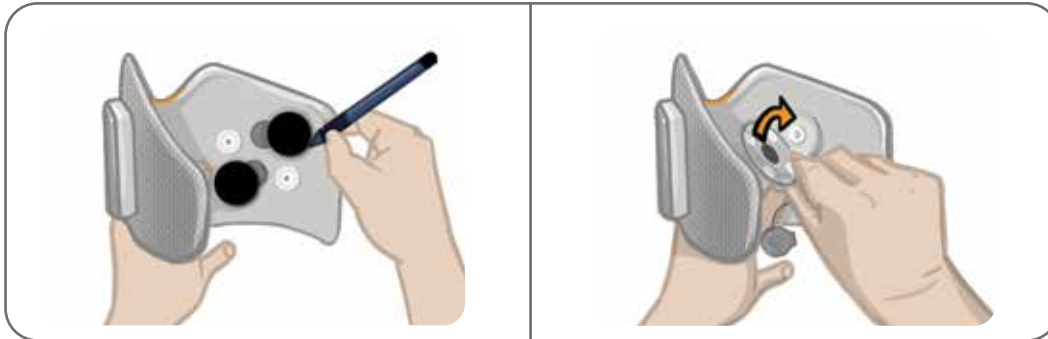

Abbildung 11-8: Position der Elektrodenbasis markieren (links)
1. Nehmen Sie die Kabelabdeckungen ab, und markieren Sie die Position der gebrauchten Elektrodenbasen mit einem wasserfesten Stift auf dem Innenfutter der Manschette. Siehe Abbildung 11-8.
2. Lösen Sie die Druckknöpfe der Elektrodenbasen aus den Löchern. Siehe Abbildung 11-8.